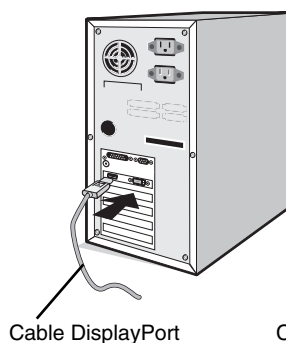

Figura A.1
2. **Para un PC con salida DisplayPort:** conecte el cable DisplayPort al conector de la tarjeta de visualización de su sistema (figura A.1).